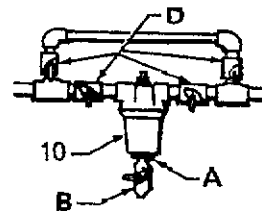

Fig 2
Montera filtret och rör med förbipassering som visas i fig 2. Filtret måste ha en bussning (A) och en avtappningskran (B) i filterhuset (10) för att avlasta färgtrycket och tappa av filtret innan filterhuset tas bort. Montera fyra avstängningsventiler (D), en på vardera sidan av filtrets in- och uttag, en i vardera in- och uttaget i förbindningen, för att ställa om färgflödet och för att stänga av filtret under rengöringen.